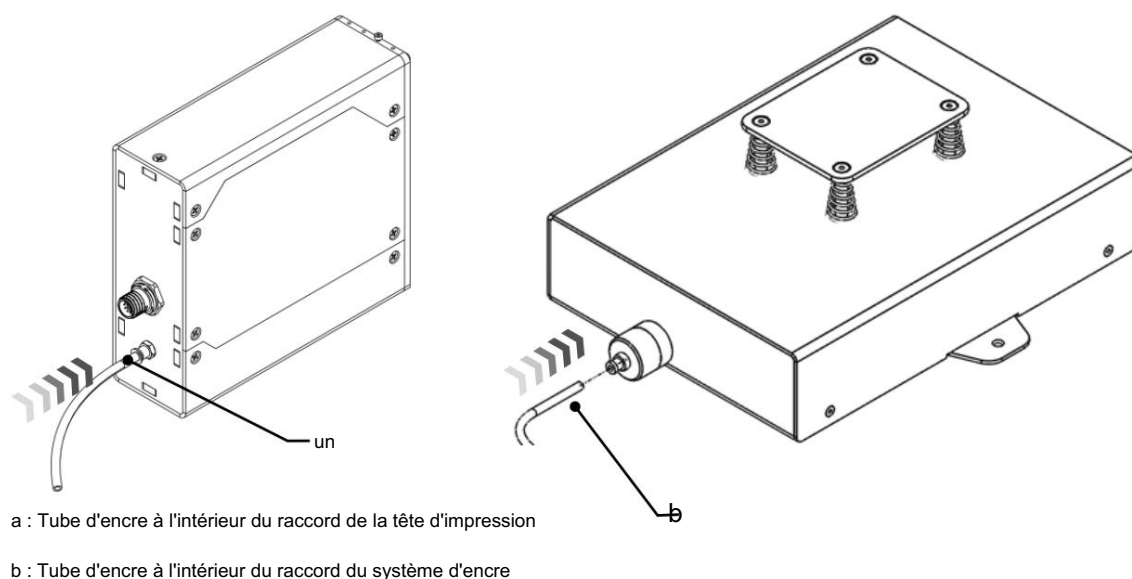

Figure 9
- Insérez une extrémité du tube d'alimentation encre dans le raccord situé à l'arrière de la tête d'impression et appuyez fermement pour le mettre en place (voir Figure 9).